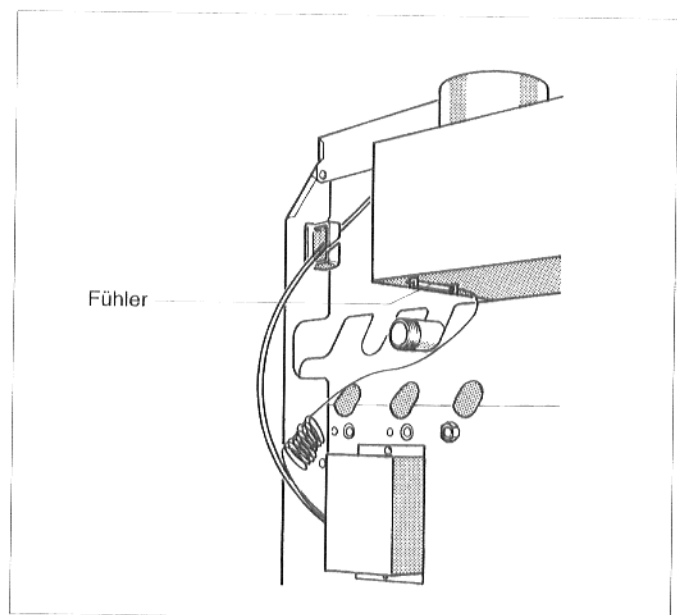

Abb. 38: Fühler Abgasüberwachung
- Abgastemperaturfühler von der Strömungssicherung abschrauben (Abb. 38).